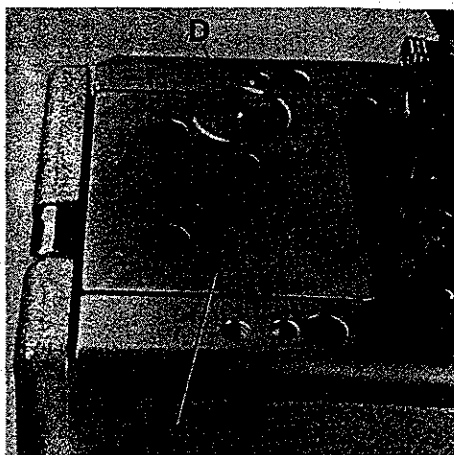
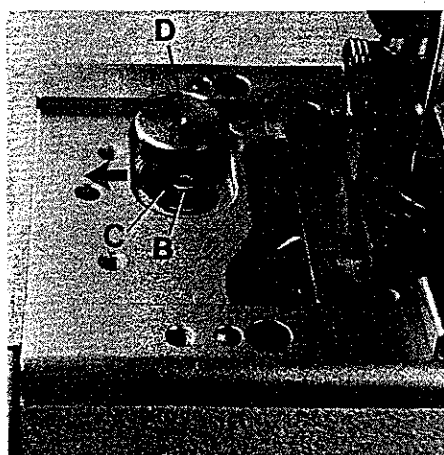
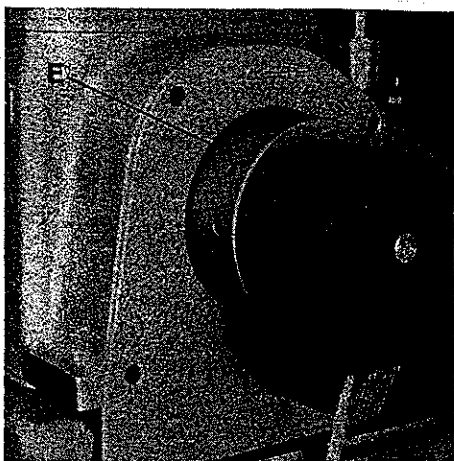

Fig.9
Fig.10
Fig.11
Before the machine leaves the factory, the stitch length change mechanism is locked. After removing cover (A, Fig. 9) and loosening screw (B, Fig. 10) lever (C) can be swung in the direction of the arrow to the left to unlock the stitch length change mechanism. The required hexagon socket wrench is a component of the machine accessories.
Vor dem Versand der Maschine wird die Stichlängenverstellung blockiert. Entfernt man den Deckel (A, Fig. 9) und löst die Schraube (B, Fig. 10), kann der Hebel (C) in Pfeilrichtung nach links geschwenkt werden und die Arretierung der Stichlängenverstellung ist aufgehoben. Der benötigte Sechskantschraubendreher ist im Zubehör der Maschine enthalten.
The stitch length is changed by slightly pressing stop bolt (D, Figs. 9 and 10) and simultaneously rotating pulley (E, Fig. 11). Within one revolution of the pulley stop bolt (D, Fig. 9) engages and the stitch length change starts. Rotating pulley clockwise shortens the stitch, rotating it counterclockwise increases the stitch.
Die Stichtlänge wird durch leichtes Drücken auf den Rastbolzen (D, Fig. 9 und 10) und gleichzeitiges Drehen der Handrad-Riemenscheibe (E, Fig. 11) eingestellt. Nach spätestens einer Umdrehung der Handrad-Riemenscheibe rastet der Rastbolzen (D, Fig. 9) ein und die Stichverstellung beginnt. Drehen der Handrad-Riemenscheibe im Uhrzeigersinn verkleinert den Stich, drehen im Gegenuhrzeigersinn vergrößert ihn. Nach dem Einstellen der gewünschten Stichtlänge kann, wenn notwendig, die Stichtlängenverstellung wieder blockiert werden. Montieren Sie den Deckel wieder.